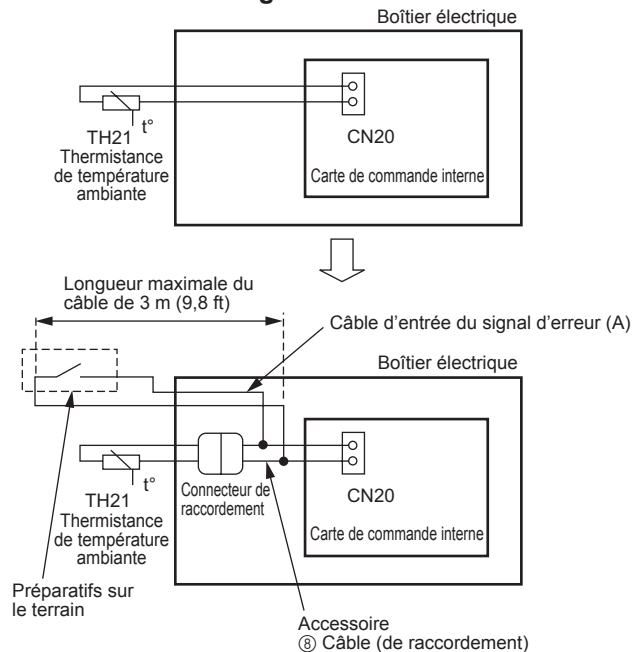

Fig. 5-6
- Méthode d'entrée du signal d'erreur (Fig. 5-6)
- Retirer la thermistance de température ambiante TH21 de la carte de commande interne et connecter le câble ⑧ (de raccordement) fourni avec le produit.
- Connecter un signal d'erreur (une entrée de contact sans tension) à un câble d'entrée du signal d'erreur (A).